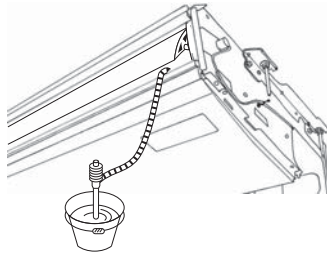

Fig. 5-3
1. Die mit der Anlage gelieferten Verbindungsrohrmuffen ⑤ am Auslauf der Anlage mit einem Klebemittel aus Vinyl Chlorid anbringen.
2. Die mit der Anlage gelieferten Rohrmuffenabdeckungen ⑥ an den Verbindungsrohrmuffen ⑤ befestigen.
3. Die Feldauslaufrohrleitung (VP-20) an den Verbindungsrohrmuffen ⑤ mit einem Klebemittel aus Vinyl Chlorid befestigen.
4. Die mit der Anlage gelieferten Rohrleitungsabdeckungen ⑦ (mit Klebeband) umwickeln.
- Ⓒ Rohrmuffenabdeckung ⑥
- Ⓓ Verbindungsmuffe ⑤
- Ⓔ Abdeckung der Auslaufrohrleitung ⑦
5. Auf einwandfreien Auslauf uberprufen. (Fig. 5-3)